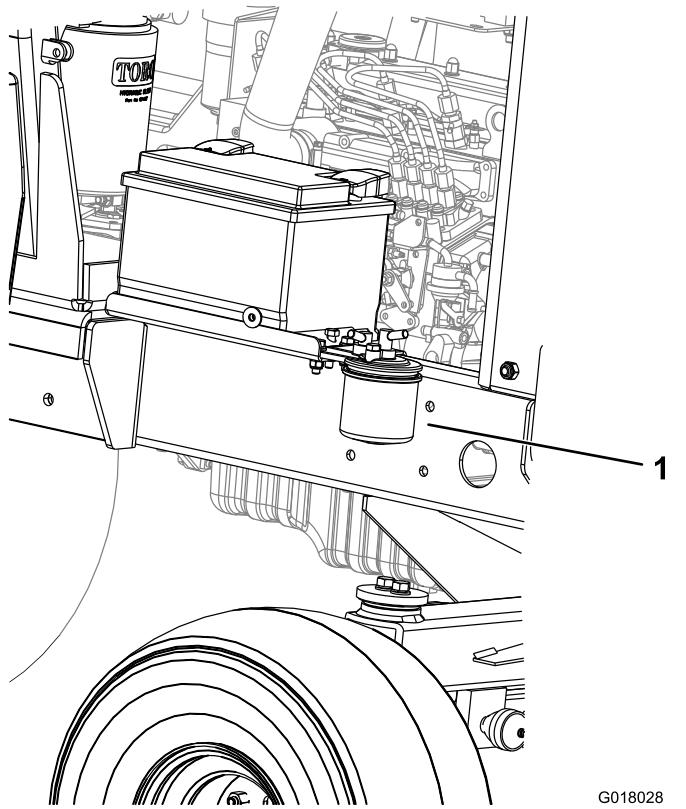

Figura 43
1. Coloque un recipiente limpio debajo del filtro de combustible (Figura 43).